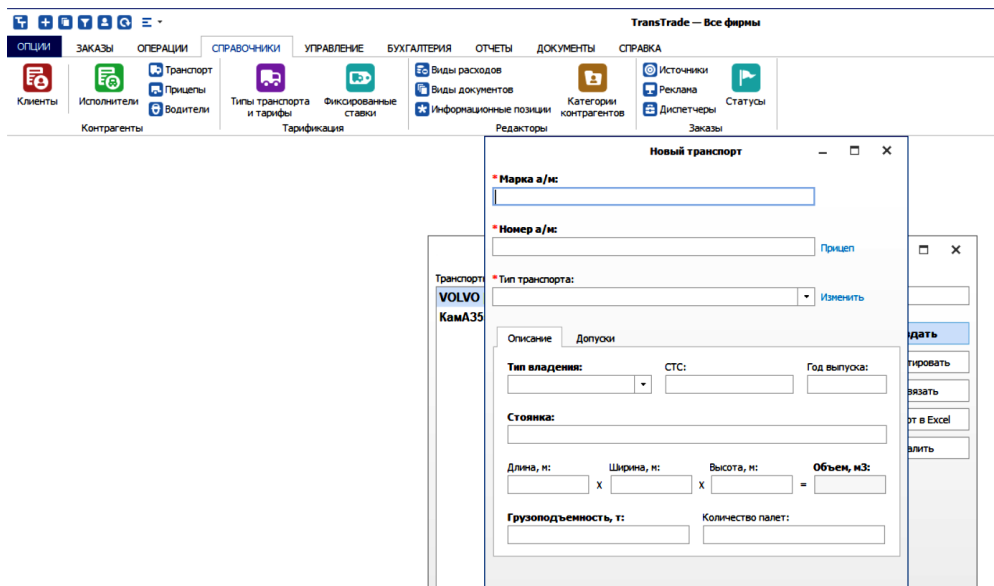

Рис. 3.1. Окно внесения данных по транспортному средству
2. Далее необходимо в «Главном меню» открыть вкладку «Справочники». В справочниках находим вкладку «Транспорт». Открываем ее. Нажмем на вкладку «Создать». Во второй лабораторной работе студентом был подобран тип и марка подвижного состава. Данные по транспортному средству необходимо внести в справочник. (рис. 3.1). Недостающие данные студент берет из индивидуального задания.